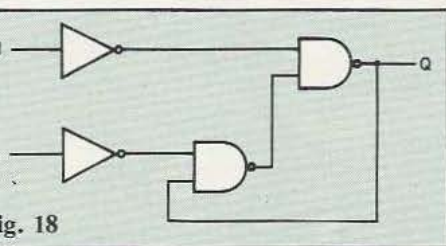
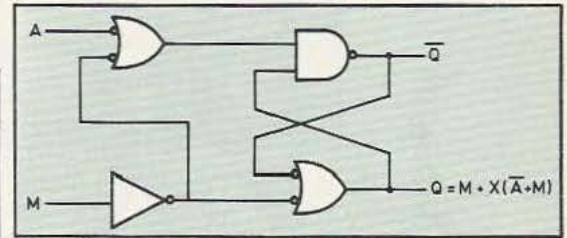

Fig. 18
Fig. 19
$Q = X_{n+1} = M + \bar{A}X$ forme (1) ou $Q = M + X(\bar{A} + M)$ forme (2) avec redondance d'où (forme 1) le logigramme de la figure 18 ou, avec sorties strictement complémentaires et même temps de propagation (forme 2), la figure 19.